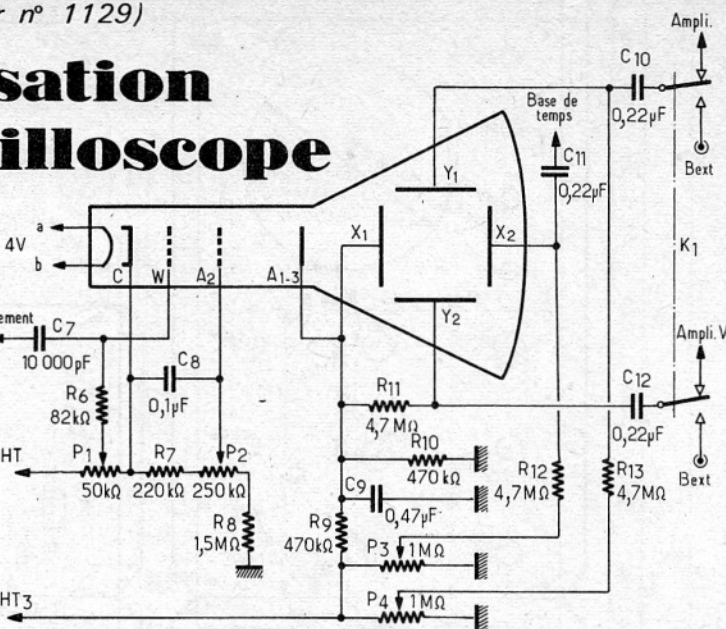

FIG. 8. - Le circuit du tube cathodique VCR 139A.
b) Le circuit du VCR139A (Fig. 8).